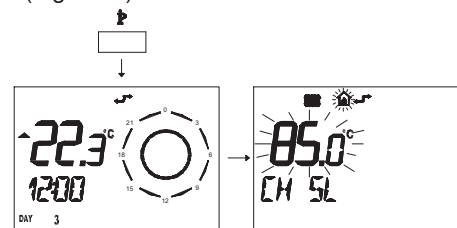

Fig. 5.55
- Pulse durante más de 3 segundos el botón para entrar en la modalidad INFO (Fig. 5.55).